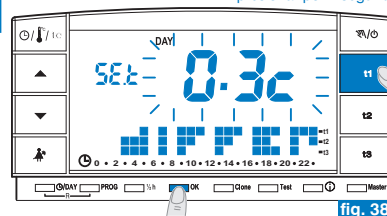
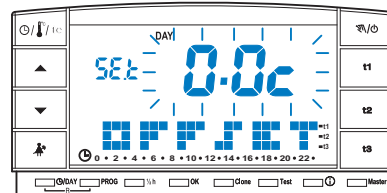

fig. 38
fig. 39
- Mantener presionada la tecla **t1** hasta que aparezca el **mensaje parpadeante** del valor configurado del Diferencial (ejemplo fig. 38 - configuración de fábrica 0.3°C).
- Presionar **OK** (fig. 38) para pasar a la configuración del ajuste (Offset) (fig. 39).